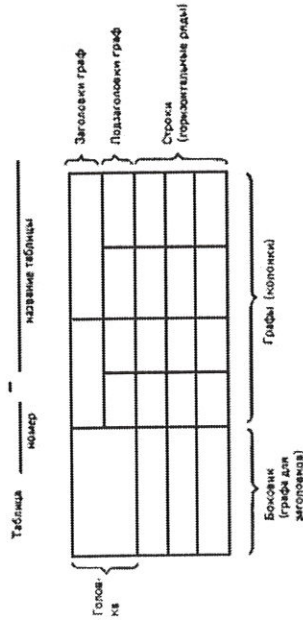

Рисунок 1 Пример оформления таблицы
1.3.1 Количество иллюстраций должно быть достаточным для пояснения излагаемого текста. Иллюстрации могут быть расположены как по тексту документа (возможно ближе к соответствующим частям текста), так и в конце его. Иллюстрации должны быть выполнены в соответствии с требованиями стандартов ЕСКД и СПДС. Иллюстрации, за исключением иллюстраций приложений, следует нумеровать арабскими цифрами сквозной нумерацией. Если рисунок один, то он обозначается "Рисунок 1".